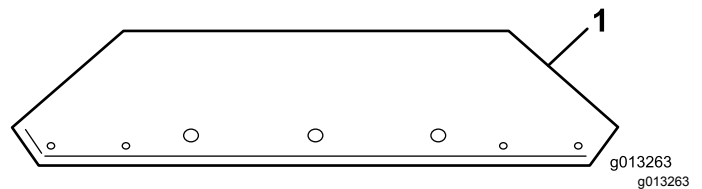
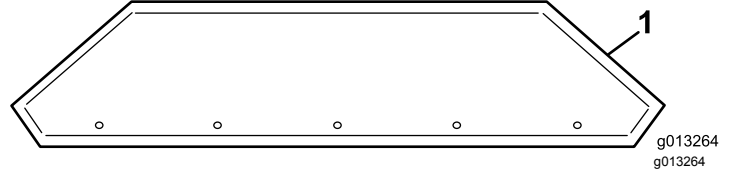

図 10
図 11
1. 出荷用の箱から前用プレートと後ろ用プレートを取り出す 図 10と図 11。